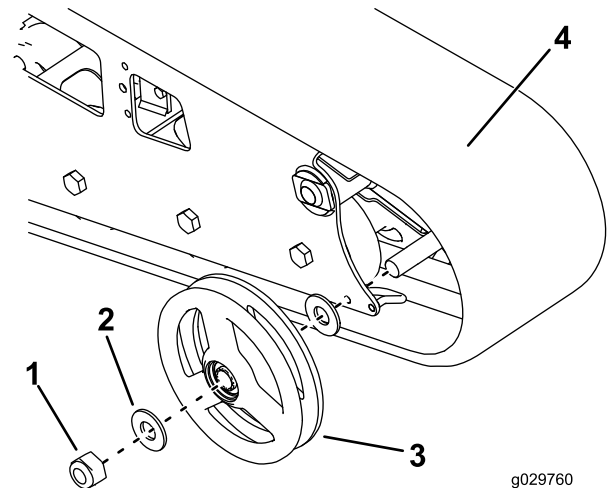

Bild 55
2. Nehmen Sie die Mutter ab, mit der das äußere Vorderrad befestigt ist. Nehmen Sie das Rad ab (Bild 55).
3. Nehmen Sie die Kette ab (Bild 55).
4. Ziehen Sie die zwei großen Scheiben aus den äußeren Rädern, eine an jeder Radseite (Bild 55).
7. Setzen Sie die neue Kette ein (Bild 55).
8. Montieren Sie das äußere Vorderrad und befestigen es mit der vorher abgenommenen Mutter (Bild 55).